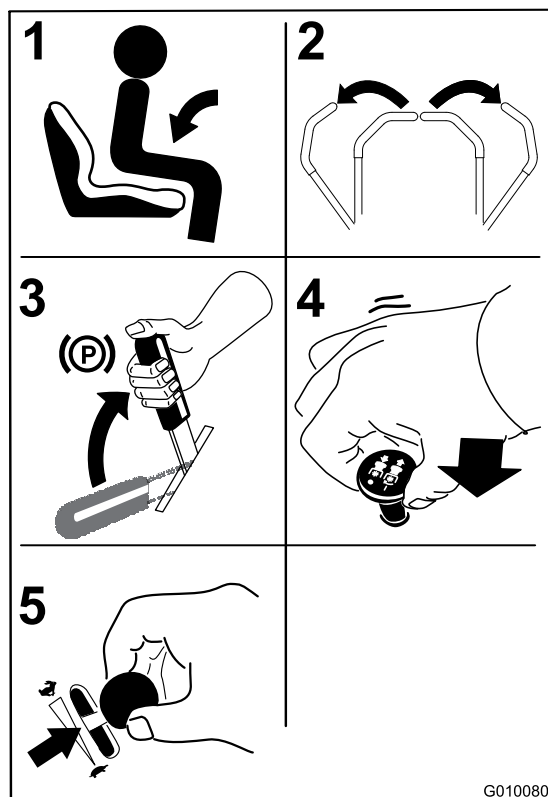

Figura 15
1. Sedetevi sul sedile (Figura 15).
2. Spostate le leve di controllo del movimento verso l'esterno, in posizione di blocco in folle (Figura 15).
3. Inserite il freno di stazionamento (Figura 15); vedere Impostazione del freno di stazionamento.
4. Spostate il comando delle lame (PDF) in posizione Off (Figura 15).